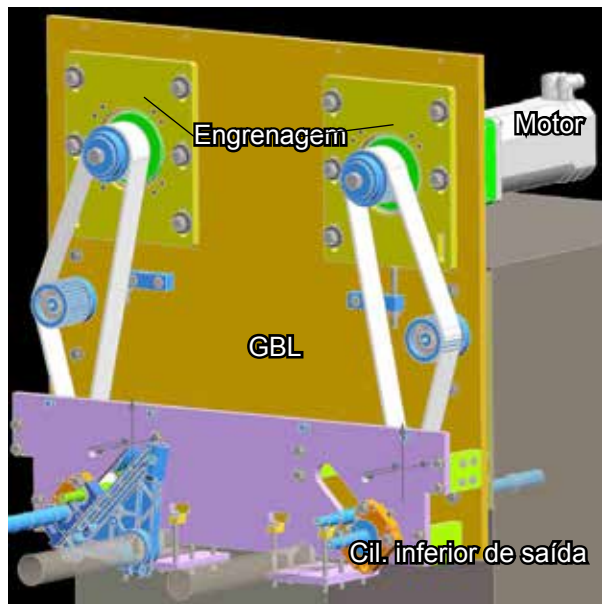

Fig. 1
- O cilindro inferior de saída é desacoplado na cabeceira inicial (GBL) (fig. 1). O trem de estiragem é acionado por dois motores adicionais com caixa de engrenagem. Os mesmos estão posicionados acima da cabeceira inicial.